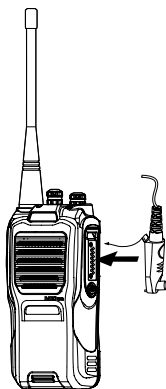

图12
- ② 耳机或麦克风插入附件插孔，并拧紧螺钉。(如图12所示)